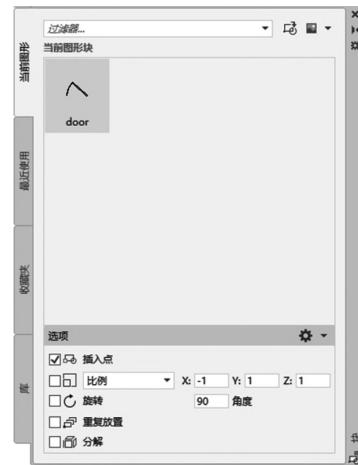

图 1-66 右侧门块插入参数设置
③执行【插入块/I】命令，按如图 1-66 所示设置插入对话框，单击【确定】后跟随鼠标出现在屏幕上，接着拾取插入点 C(右侧门洞的左下角点)。